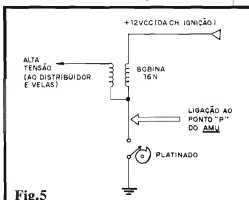

Fig. 5
- **FIG. 5 - DIAGRAMA DA INSTALAÇÃO BÁSICA** - Além das conexões mostradas na figura anterior, a única ligação a ser feita é a do ponto "P" da placa da AMU a platinado do carro, ou seja: à própria "saída" da bobina de ignição controlada pelo platinado, e que determina - **so giro** do motor - o chaveamento do **primário** da dita bobina, que faz surgir no seu **secundário** os pulsos de elevada "voltagem" enviados às velas (via distribuidor). O diagrama esquematiza o ponto de ligação (se o Leitor/Hobbysta tiver alguma dúvida ou dificuldade em identificar "fisicamente" tal ponto, no sistema elétrico do seu carro, deve recorrer a um profissional de auto-elétrico (de **confiança**, porque tem muito "picareta", na área...). Na verdade, ninguém tem que se preocupar muito com a eventualidade de cometer um erro inicial nessa conexão, uma vez que o circuito da AMU tem "defesas" no seu bloco de entrada, contra qualquer equívoco (**menos** quanto ao fato de algum "doidinho" ligar o ponto "P" à saída de Alta Tensão da bobina, mas, nesse caso, **merece** ter seu circuito "estourado", como punição pela extrema "bahaquice"...).